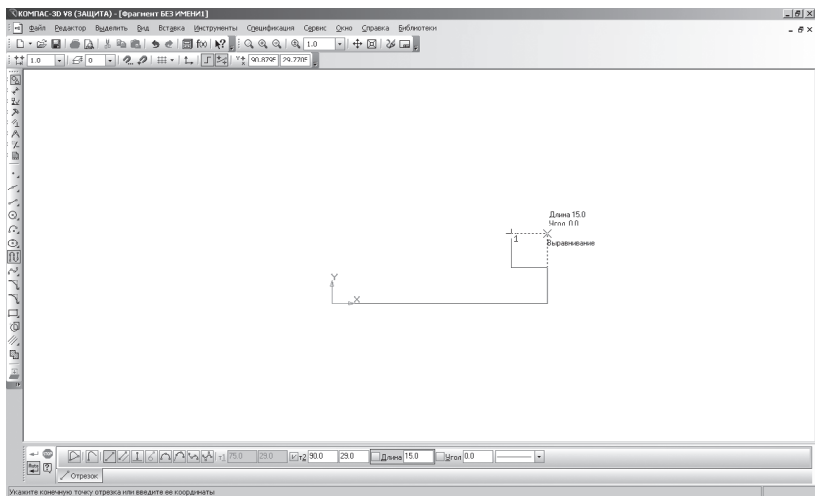

Рис. 35. Установка привязки **Выравнивание**
- установите курсор так, чтобы его «ловушка» захватывала объект (вертикальный отрезок), к которому требуется привязаться. В точке, соответствующей выбранной привязке, появится «крестик», свидетельствующий о срабатывании привязки (рис. 35);